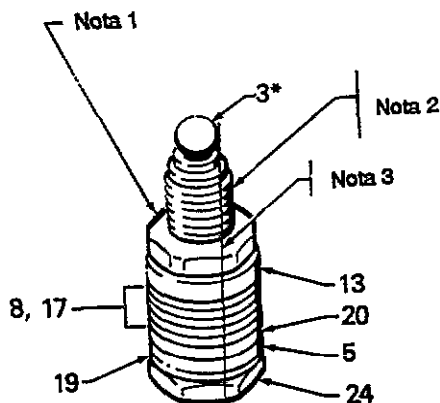
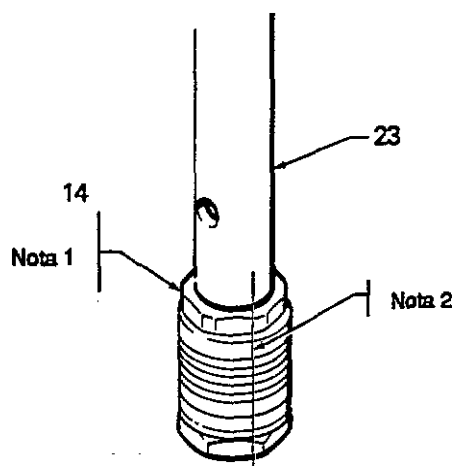

Fig. 4
Fig. 5
- Controlar el exterior del vástago de pistón (23) y el interior del cilindro (16), observando cualquier señal eventual de rayaduras o arañazos. Si las piezas están dañadas, las empaquetaduras nuevas no conseguirán una estanqueidad correcta. Si fuera el caso, cámbiense las piezas.
- Montar una sobre otra la arandela de refuerzo (19*), el segmento rascador (5*), el sombrerete hembra (20*), las empaquetaduras (17*, 8*) y el sombrerete macho (13*) en el pistón (24). Véase la Fig. 4.
- Ajustar la tuerca de seguridad de empaquetadura (14) en el pistón (24) y ajustar al par siguiente:
- Con un lápiz o un bolígrafo, hacer una marca suave en las empaquetaduras en el lugar en que éstas se alinean con una de las partes planas de la tuerca. Véase la Fig. 4.
- Colocar la bola (3) en el pistón (24). Véase la Fig. 4. Aplicar una gota de mezcla de estanqueidad para roscados, suministrada con el kit de reparación, en la rosca del pistón. Acto seguido apretar manualmente el conjunto en el vástago de pistón hasta que la tuerca (14) tome apoyo en el frontal del vástago. Véase la Fig. 5.